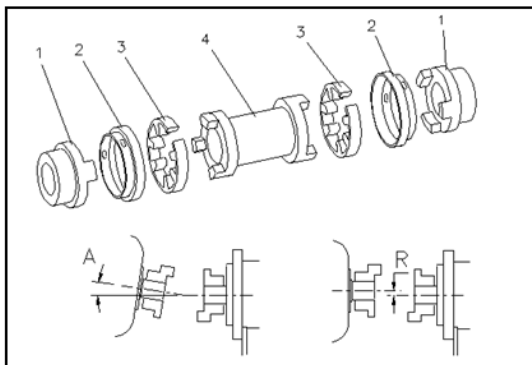

Fig. 8.1
- Controleer of het afstandstuk (4) geen speling heeft t.o.v. de vaste delen (1)
- Verwijder beide afdekkapjes (zie fig.8.1 pos 2) door het uitdraaien van de bevestigingsschroeven.
- Verwijder de rubber elementen (3) en controleer op slijtage. Indien de metalen delen (1) en (4) vervangen moeten worden, ga dan verder met hoofdstuk 7.6.2.
- Controleer of de as- einden van pomp en motor in lijn staan met elkaar door een rij op de twee vaste koppelings delen (1) te leggen. Doe dit zowel aan de bovenkant en aan de zijkant van de koppeling.
- 1.De radiale afwijking (R) max.0.4mm.
- 2.De hoekafwijking (A) max. 1°.
- Breng de, indien nodig, nieuwe rubberen elementen (3) aan en bevestig de afdekkapjes (2).